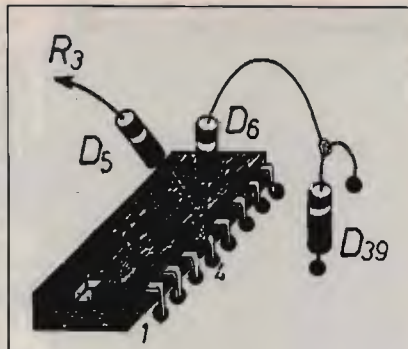
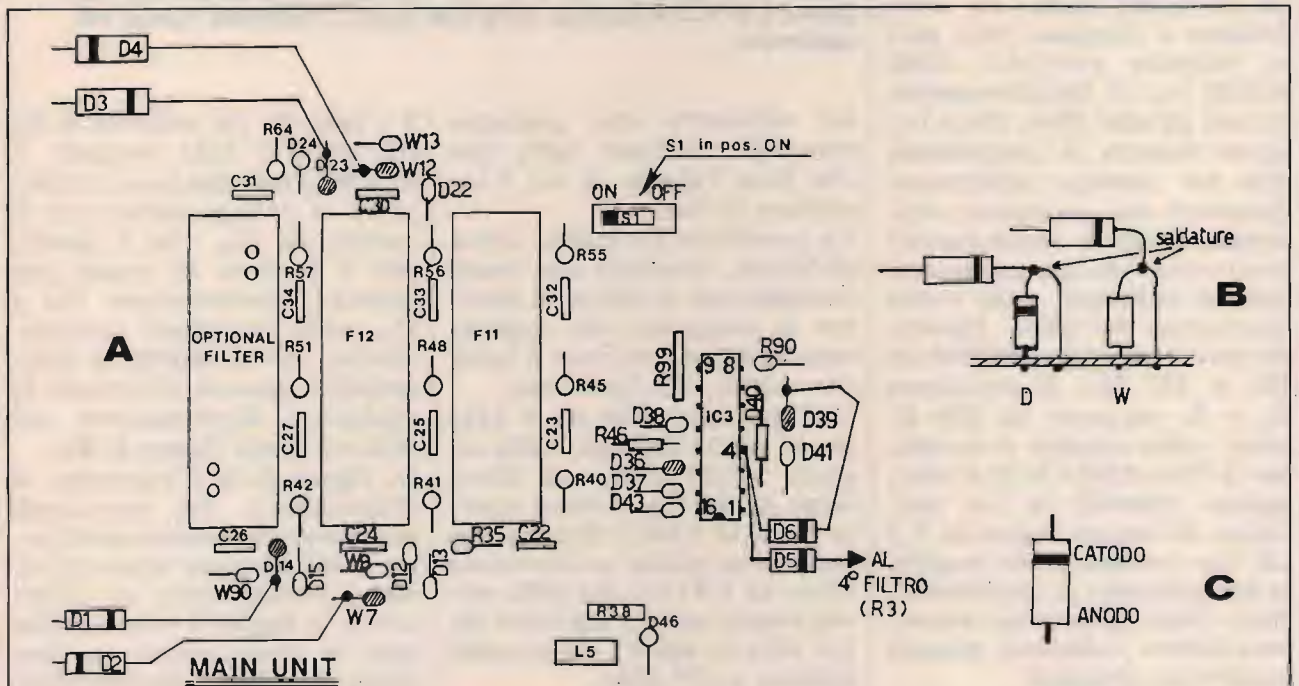

figura 5
figura 6
vo e la combinazione del commutatore di selettività e che, tramite i piedini 2, 5, 12, 14 e 15, attiva i filtri opportuni; grazie alla modifica di Andrea, viene attivato il piedino 4 che, tramite i due diodi illustrati, inserisce il quarto filtro nella sezione a 9 MHz e l'adeguato filtro complementare nella sezione a 455 kHz. Ricordo che, per poter utilizzare qualsiasi filtro opzionale, l'interruttore S1 presente sulla Main Unit (vedi figura 6) deve essere commutato sulla posizione ON.
**5 e foto 4**); per attivare il filtro da 2,8 kHz (oppure il FL-44A) bisogna invece effettuare il collegamento con il catodo di D36, che è quello più a portata di mano per questa commutazione. D36 e D39 sono installati verticalmente, con il catodo in alto, quindi è agevole effettuare le saldature direttamente sul reoforo (vedi **figura 6/B**).
In **figura 6/A** è riportata la disposizione dei principali componenti presenti nella zona dove bisogna intervenire, con i collegamenti da effettuare; in **figura 5** è schematizzata la disposizione dei due diodi da saldare direttamente sul piedino 4 di IC3.
primo colpo: data la sua semplicità, le uniche possibilità di errore consistono in collegamenti sbagliati, diodi invertiti (vedi figura 6/C) o saldature fredde.